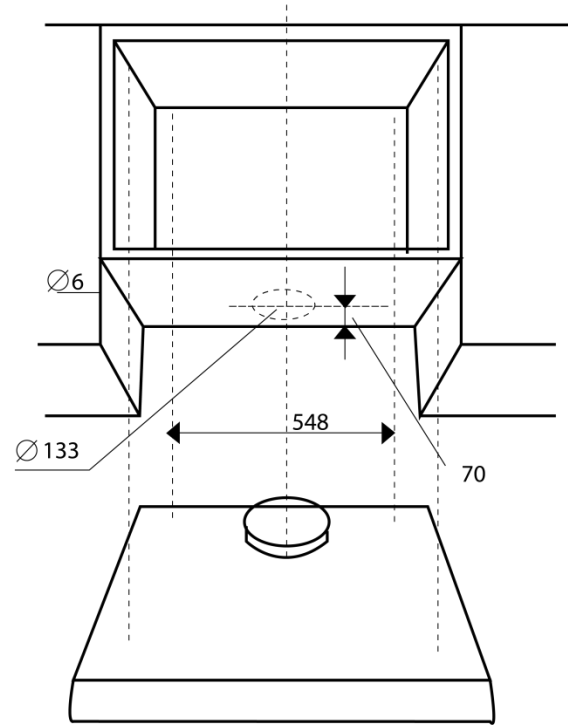

FIG . 6
2. Marcar 4 puntos para los agujeros en el gabinete, respetando las distancias indicadas(fig.6), taladre 4 agujeros de 6 mm de diametro en el gabinete.
3. Empuje el extractor contra el gabinete e inserte los 4 tornillos(5) que operan desde el interiro del gabinete. Apriete completamente los tornillos.
1. Marcar 4 puntos para los agujeros en el gabinete, respetando las distancias indicadas (fig.6). Taladre 4 agujeros de 6 mm de diametro en el gabinete.
2. Empuje el extractor contra el gabinete e inserte los 4 tornillos (5) que operan desde el interior del gabinete. Apriete completamete los tornillos.